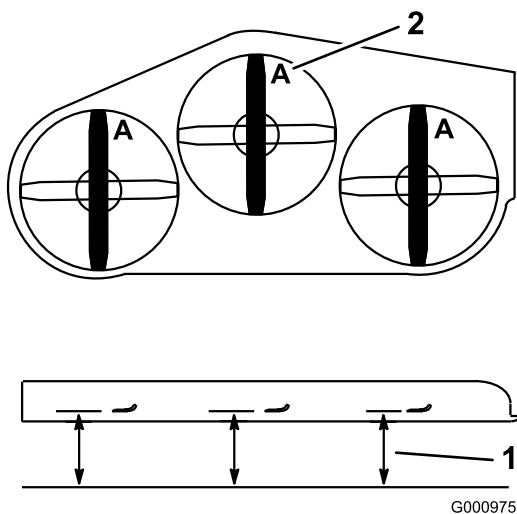

Bild 69
2. Messen Sie von einer ebenen Fläche bis zu den Schnittkante (Position **A**) der Messer (Bild 69).